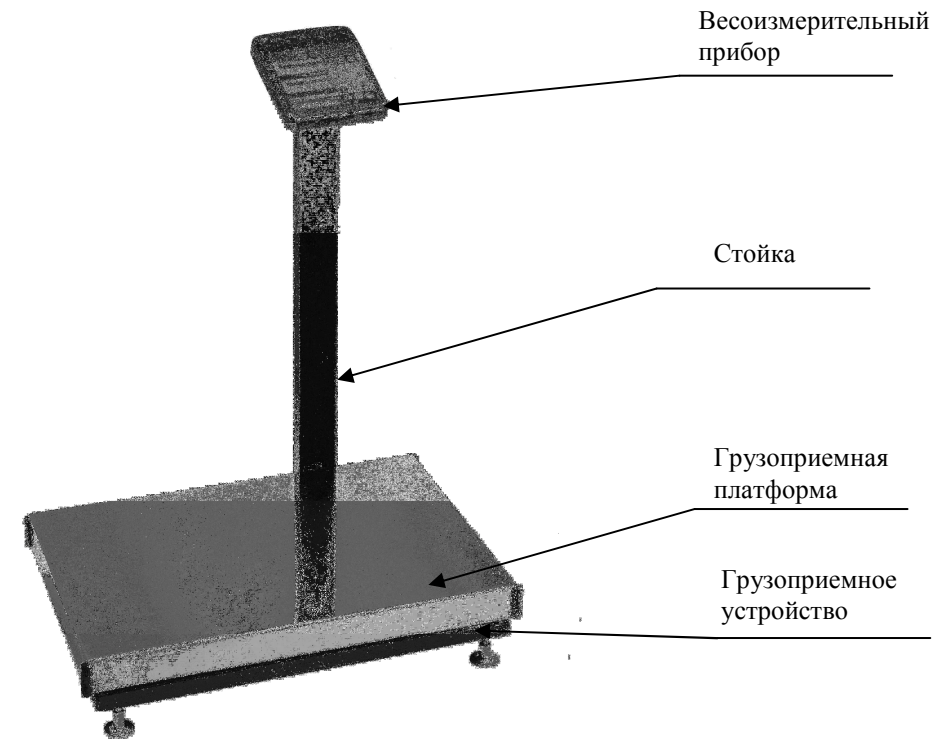

Рисунок 1 – Весы ПВМ-3/150-Т. Состав весов
3.1 Весы состоят из грузоприемного устройства с весоизмерительным датчиком, грузоприемной платформы и весоизмерительного прибора, размещенного на отдельной стойке, крепящейся к корпусу весов (рисунок 1) или любой горизонтальной поверхности.